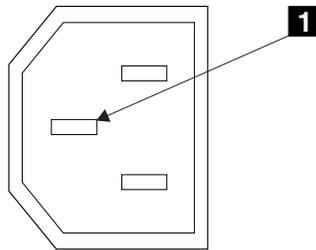

図2. 接地ピン
6. SAN ボリューム・コントローラーのフレームと各主電源コネクタの接地ピン(図2の1)の間の導通を検査します。